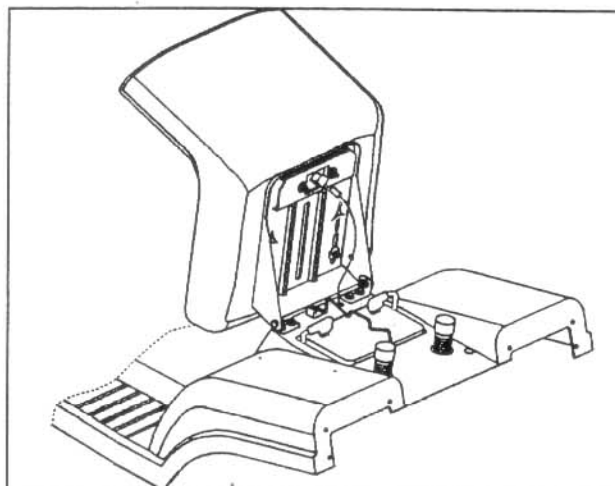

Fig. 8
5. Replacer la batterie et la fixer avec la barre (voir Fig. 8). **Attention!** Ne pas ballotter la batterie. Si de l'électrolyte a été renversé, nettoyer la zone à l'eau claire. La batterie émet des vapeurs explosives. Aucune étincelle, flamme ou cigarette près de la batterie.